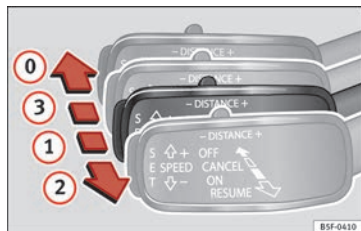

Fig. 206 À gauche de la colonne de direction : troisième levier pour utiliser le régulateur de vitesse adaptatif.
Il est possible de réactiver l'ACC en tirant le levier jusqu'à la position ② »» fig. 206.